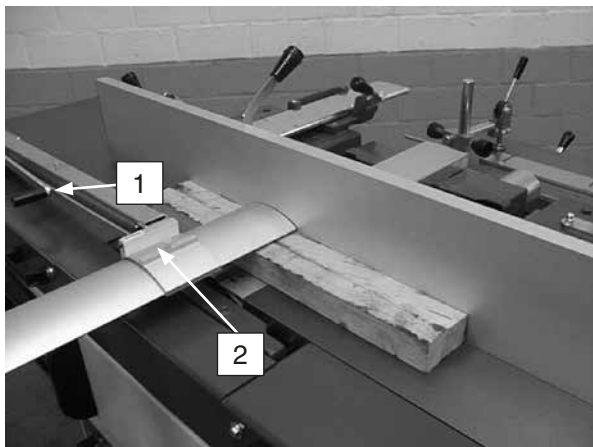

Fig.7
De hoogte-instelling van de brug laat toe om vlak te schaven (2), de zijdelingse instelling om te kantrechten ( fig.7 bis).
Plaats de brug altijd ongeveer 10 mm boven het tafelloppervlak, zodat men nog met de houtduwer onder de beveiliging doorschuiven kan, en verschuif de brug zover zijdelings dat enkel het werkstuk tussen de schaafeleiding en de brug kan doorgeschoven worden (fig.7 bis).
Bij het vlakschaven de brug instellen op werkstukdikte d.m.v. de instelknop (fig.7,1) en ervoor zorgen dat het werkstuk juist onder de brug kan doorgevoerd worden; de brug wordt tegen de vlakschaafeleiding geplaatst om de schaafas volledig af te schermen.